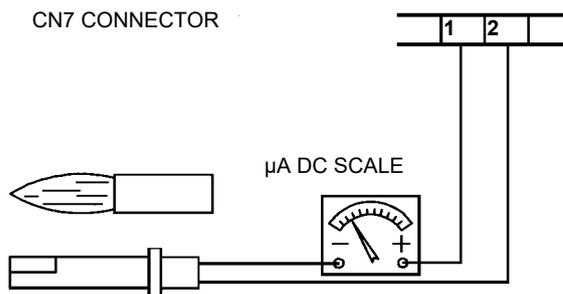

Fig. 56
- Inspecter et nettoyer soigneusement la photorésistance de détection de flamme et la remplacer si nécessaire. En cas de doute, vérifier le courant de détection après le premier démarrage du brûleur en suivant la procédure illustrée à la Fig. 56.
. Voir le schéma de la Fig. 56 pour mesurer le courant de détection. Si le signal ne correspond pas à la valeur proposée, vérifier la borne